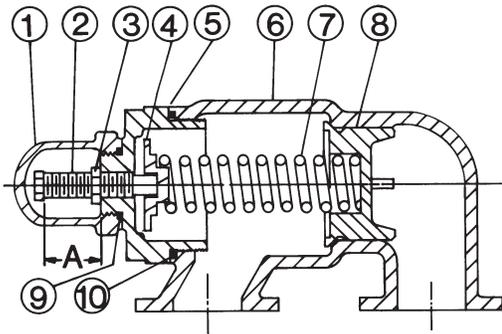

ABBILDUNG 14
2. Die Gewindelänge der Stellschraube messen und notieren. **Siehe „A“ in Abbildung 14 und 15.**